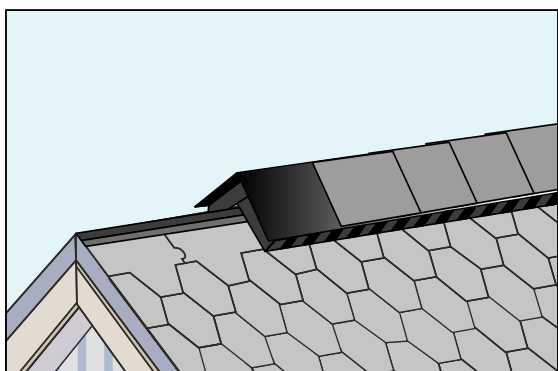

Рис. 32
- Вариант 1 (С использованием заводского пластикового аэроэлемента (рис.32))